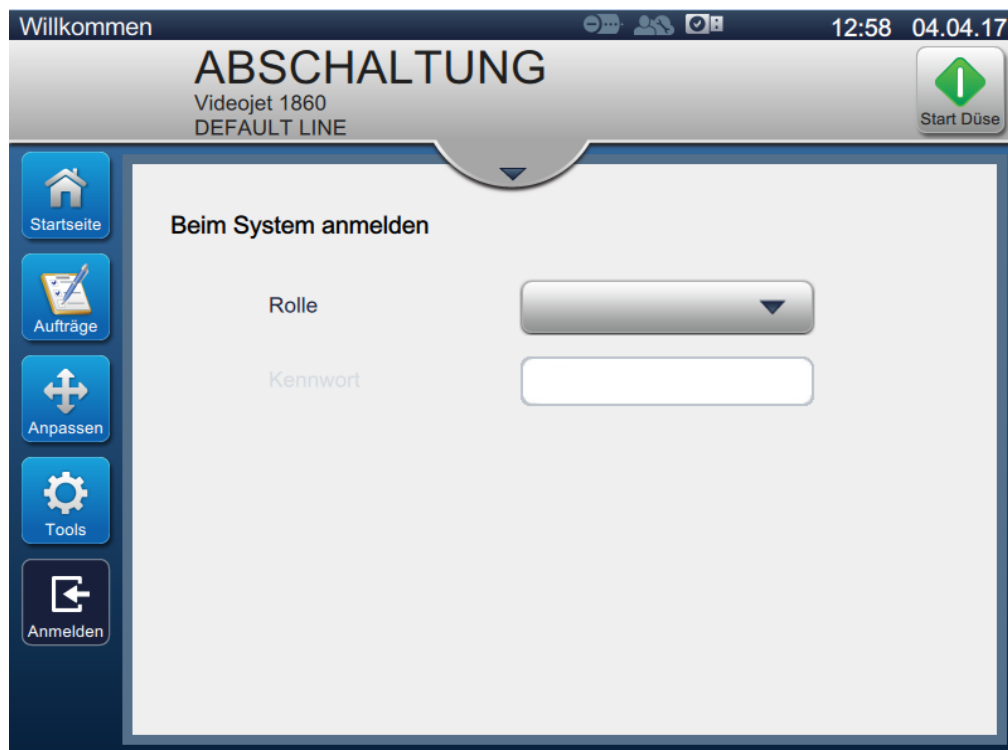

Abbildung 4-2: Anmeldebildschirm
1. Berühren Sie die  Schaltfläche, um den Bildschirm „Login To System“ (Beim System anmelden) zu öffnen, wie dargestellt in Abbildung 4-2.